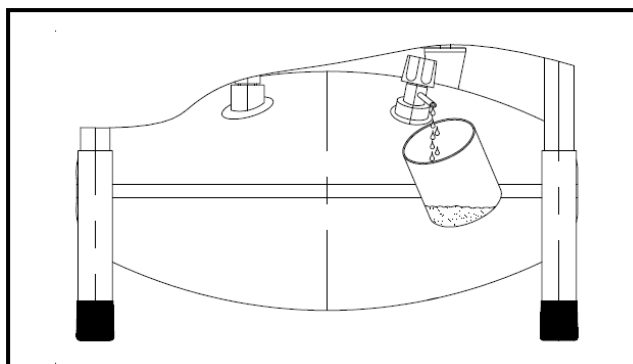

Abb. 4: Kondensat ablassen
- ◆ Entleeren Sie das Kondenswasser aus dem Kessel (Bei max. Druck 2 bar) (Abb. 4:).